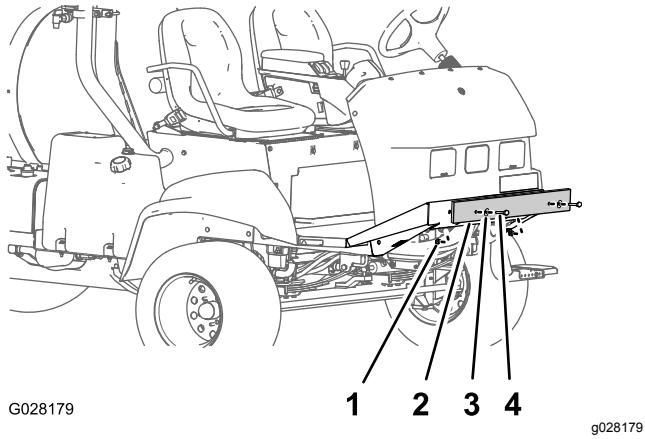

图 6
1. 卸下将运输缓冲器固定至前机架板的螺栓、垫圈和螺母 图 6。
2. 从机器上拆下运输缓冲器 图 6。